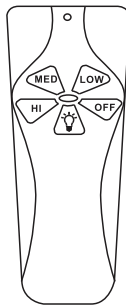

FIGURA 5
- Botones HI, MED, LOW (figura 5):**
- Botón OFF (figura 5):**
- Botón  (figura 5):**